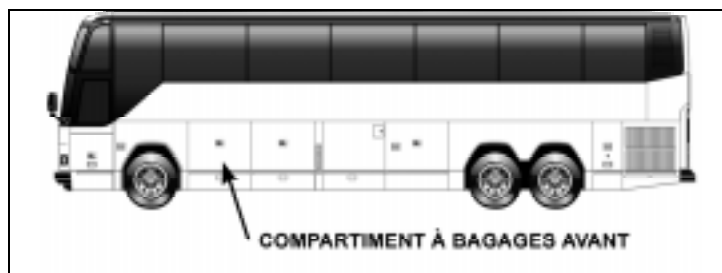

FIGURE 1 : EMPLACEMENT DU COMPARTIMENT À BAGAGES AVANT
- Ouvrir la porte gauche ou droite du compartiment à bagages avant (voir la figure 1).